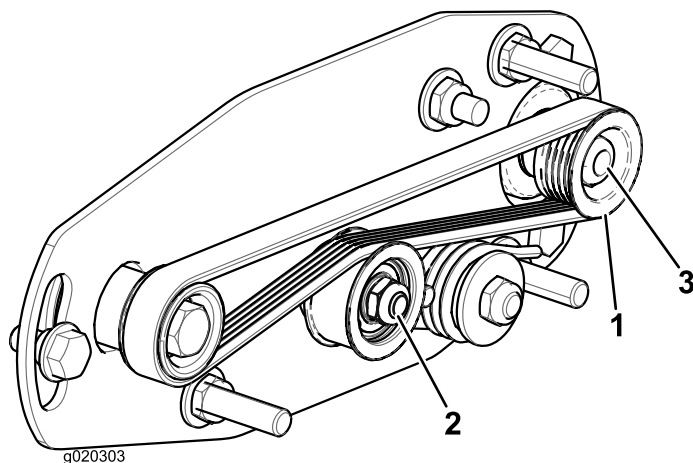
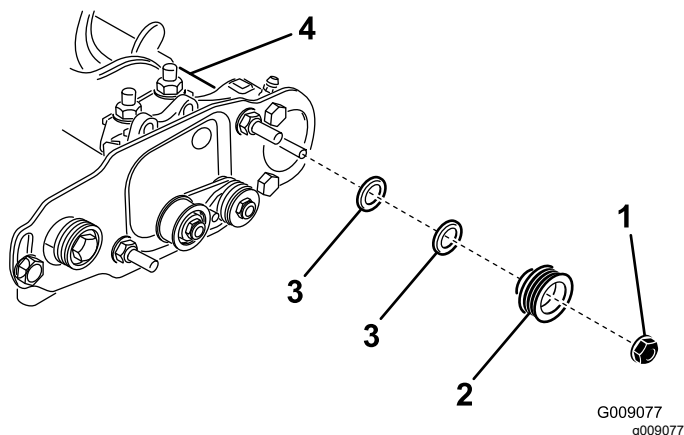

Рисунок 23
Рисунок 24
1. Ведомый шкив (на валу щетки катка) можно переместить внутрь или наружу (Рисунок 23).
2. Вращая барабан, который будет вращать ведущий шкив, снимите с помощью рычага ремень с ведущего шкива (Рисунок 23)
- Отверните контргайку крепления ведомого шкива к валу щетки (Рисунок 23 или Рисунок 24).
- Снимите ведомый шкив с вала (Рисунок 24).
- Если необходимо сместить шкив наружу, добавьте одну шайбу толщиной 0,8 мм (Рисунок 24).